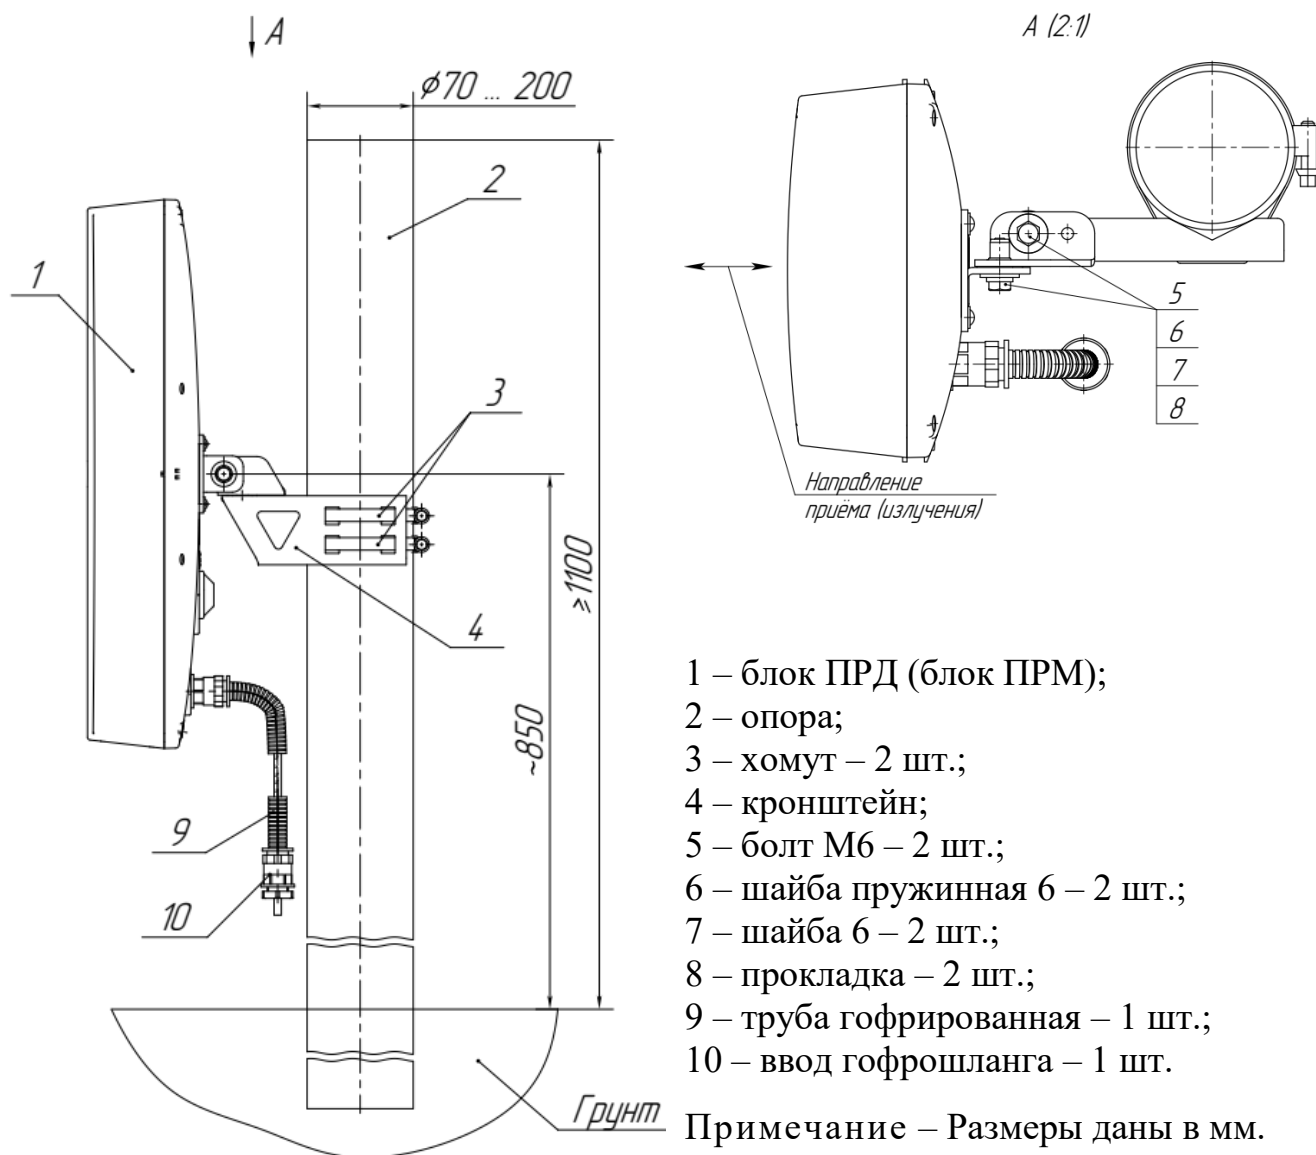

Рисунок 2.5 – Установка блока ПРД (блока ПРМ) извещателей «ФОРТЕЗА-М300», «ФОРТЕЗА-М500» на опоре
2.3.4.3 Установка блока ПРД (блока ПРМ) на кронштейне поз.4 (рисунок 2.5), состоящего из швеллера 2 и уголка 3, показана на рисунке 2.6.
– ослабить болты поз.5 (рисунок 2.5) блока ПРД и блока ПРМ извещателей «ФОРТЕЗА-М300», «ФОРТЕЗА-М500»;
затянуть болты поз.5 извещателей «ФОРТЕЗА-М300», «ФОРТЕЗА-М500» (см. рисунок 2.5).